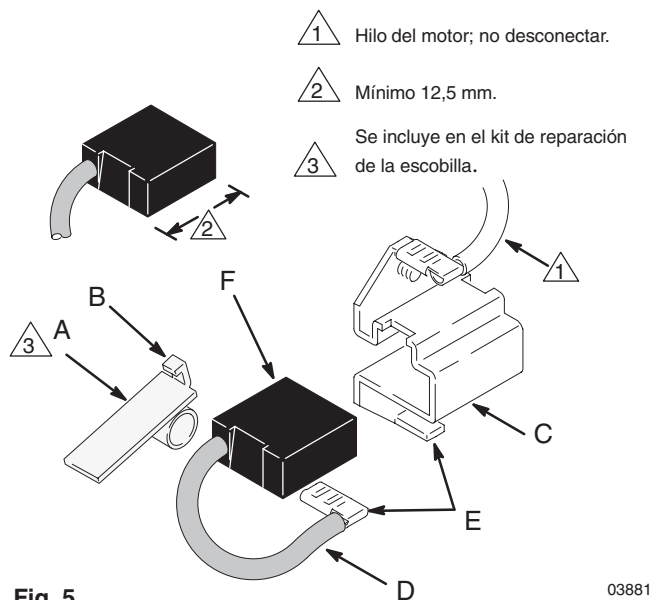

Fig. 5 03881
4. Fig. 5. Empuje la abrazadera de resorte (A) para liberar el gancho (B) del portaescobillas (C). Saque la abrazadera de resorte (A).
5. Fig. 5. Saque el hilo conductor de la escobilla (D) del terminal (E). Retire la escobilla (F).
2. Fig. 5. Deslice el hilo conductor de la escobilla (D) en el terminal (E).